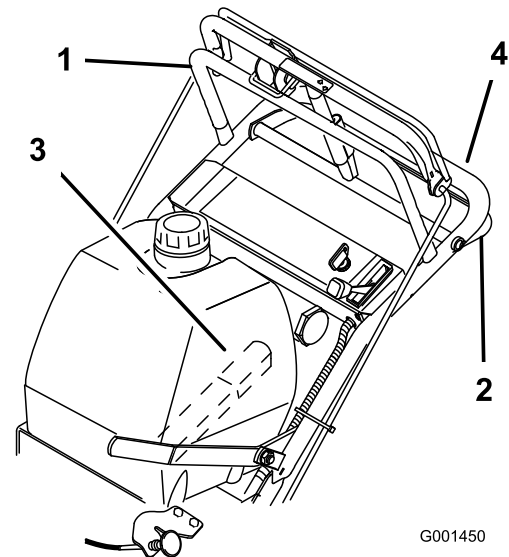

Figure 8
1. Sélectionnez une vitesse de marche avant (Figure 8).
3. Appuyez lentement sur la barre de commande supérieure pour avancer (Figure 8).
Pour vous déplacer en ligne droite, appliquez une pression égale aux deux extrémités de la barre de commande supérieure (Figure 8).
Pour tourner, relâchez la pression sur le côté de la barre de commande supérieure dans la direction que vous voulez prendre (Figure 8)
3. Rapprochez lentement la barre de commande inférieure de la poignée inférieure pour vous déplacer en marche arrière (Figure 8).